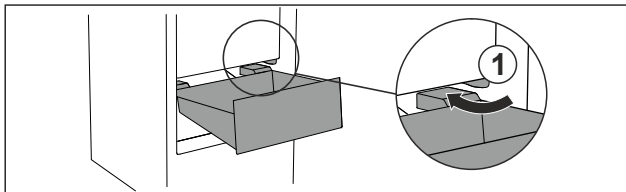

Fig. 69
- ▶ Umetnite ladicu koso oko zaustavljača Fig. 69 (1).